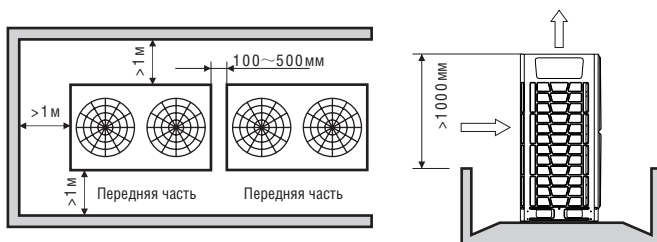

Рис. 3.11
- 3) Если наружные блоки выше окружающих ограждений и должны быть выстроены в 1 ряд, см. рис. 3.11.